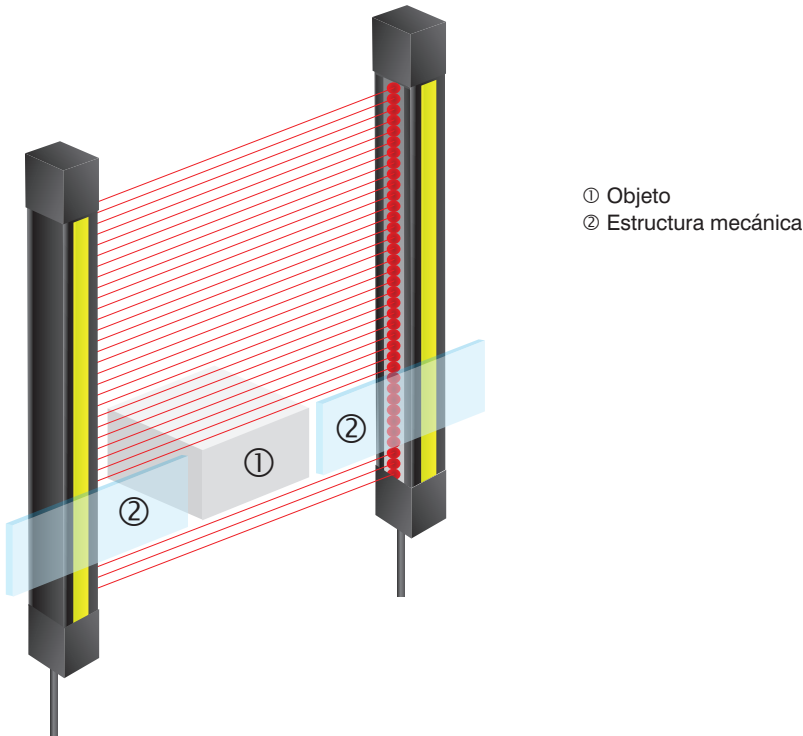

Figure 21: Salvaguardia adicional para el área oculta
- Un área oculta es un «agujero en el campo de seguridad». Por tanto, dichas áreas deben asegurarse por otros medios, por ejemplo mecánicamente (consulte Figure 21).